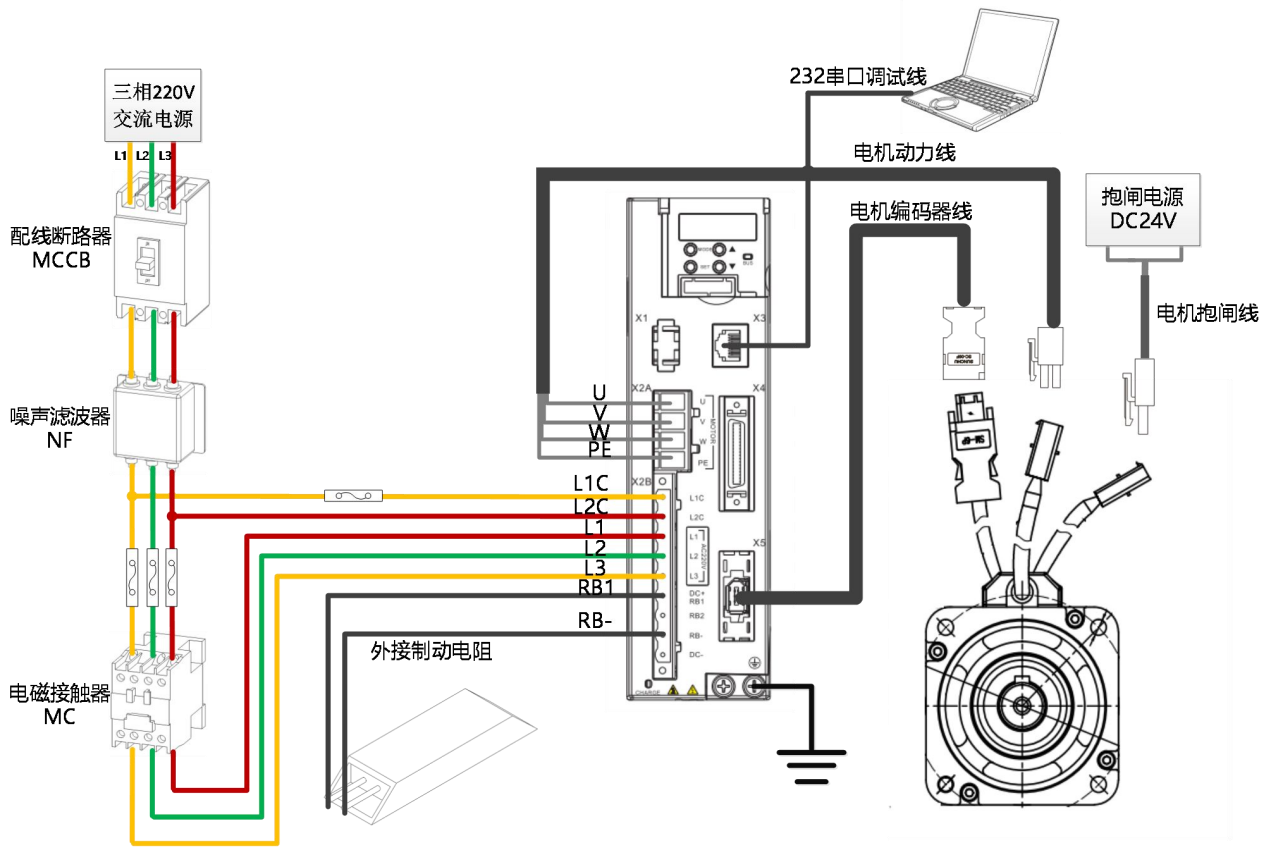

图 3-4 三相 220V 电源外部电路接线图
- 图 3-4 显示了带有默认 IO 功能的 X4 接线，更多的 IO 功能可以通过数字面板或上位机调试软件定义。有关更多 IO 功能的详细信息，请参见第五章 5.5 节。